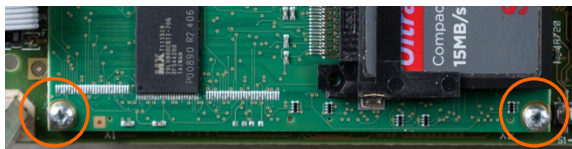

Figura 3-52: Parafusos das placas de montagem de ETX
2. Remova os outros dois parafusos que fixam a placa ETX no local, como mostrado na Figura 3-52.
3. Tomando as devidas precauções para evitar descargas elétricas, eleve a placa ETX de seus conectores, iniciando na ponta da placa CF indicada na Figura 3-52.